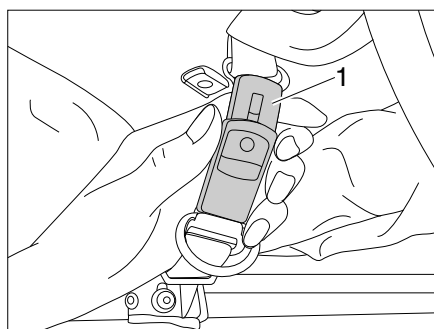

Bild 9 Sicherungsgurt öffnen
- Sicherungsgurte (Bild 9,1) öffnen.